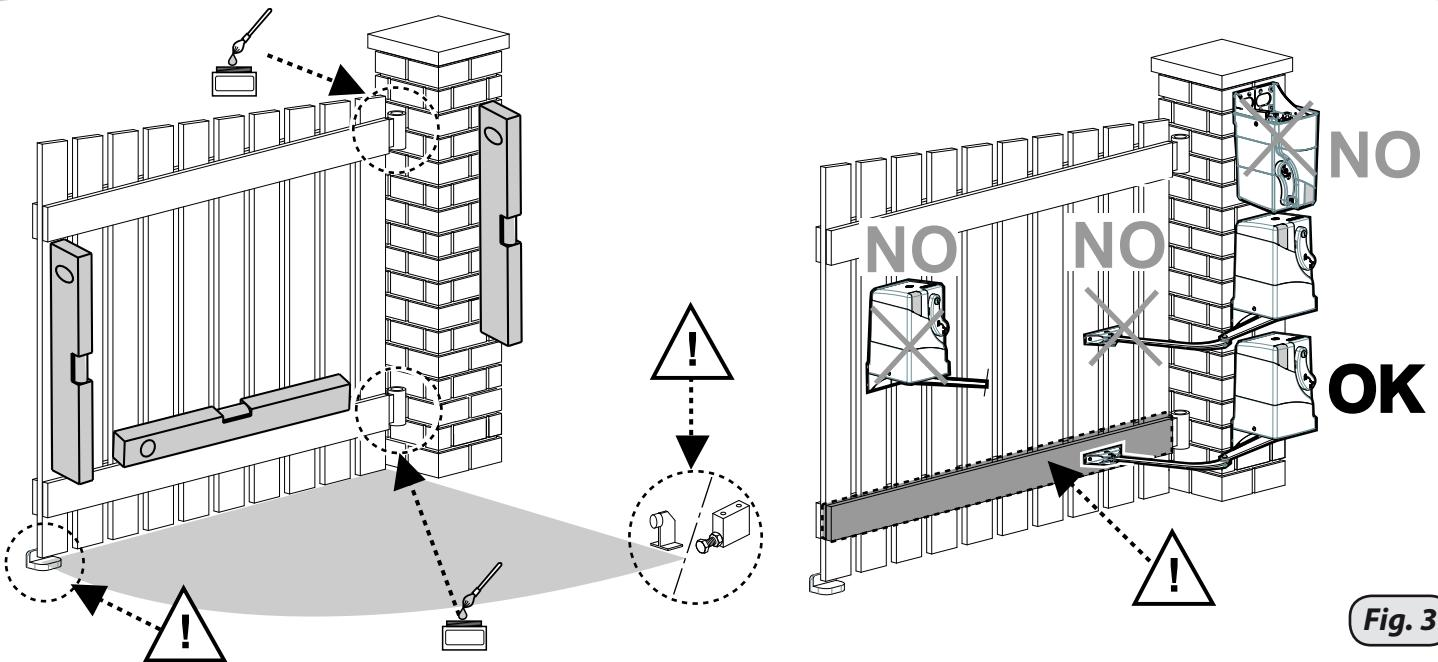

Fig. 3
- Verificare l'idoneità dei cardini e delle cerniere di movimento dell'anta, togliendo tutti gli attriti ed eventuali impuntamenti durante tutto il movimento dell'anta, installando sistemi anticaduta come prescrivono le normative di sicurezza nelle installazioni di porte e cancelli (fig.3)
- L'anta e la struttura portante del cancello devono essere ben strutturate e devono avere una sufficiente rigidità ad essere automatizzati (fig.3)
- L'attacco del braccio articolato sull'anta (10 fig.6) deve essere fissato in corrispondenza di un rinforzo o su di un traverso strutturale (fig.3)
- Verify the suitability of the gate pivots and hinges, removing all friction and any jamming during gate movement, installing fall protection systems as required by door and gate installation safety norms (fig.3).
- The gate must be properly structured and must be properly rigid to take an automatic system (fig.3).
- Articulated arm attachment on the gate (10 fig.6) must be secured in correspondence of a reinforcement or on a structural beam (fig.3).
- Vérifier la conformité des gonds et es charnières de mouvement du vantail, en éliminant tous les frottements et les éventuels blocages durant le mouvement complet du vantail, et en installant des systèmes antichute comme le prévoient les normes de sécurité dans les installations de portes et de portails (fig.3).
- Le vantail et la structure porteuse du portail doivent être solidement fixés et suffisamment rigides pour être automatisés (fig.3).
- La fixation du bras articulé sur le vantail (10 fig.6) doit être effectuée au niveau d'un renfort ou sur une structure transversale (fig.3).
- Eignung von Angeln und Scharnieren des Torflügels prüfen, Reibungspunkte an der Bewegung entfernen und Fallschutzbauvorkehrungen treffen, wie sie von Sicherheitsvorschriften für Tür- und Toranlagen gefordert sind (Abb. 3)
- Torflügel und Tragestruktur müssen kräftig strukturiert und für einen Automatikantrieb ausreichend stabil sein (Abb. 3).
- Der Anschluss des Gelenkarms am Flügel (10 Abb. 6) muss an einer Verstärkung oder einen Tragebalken befestigt werden (Abb.3).
- Verificar la idoneidad de los cardanes y de las cremalleras de movimiento de la hoja, retirando todas fricciones y posibles enganches durante todo el movimiento de la hoja, instalando sistemas de anti caída tal y como prescriben las normativas de seguridad en las instalaciones de puertas y puertas de exteriores (fig.3).
- La hoja y la estructura portante de la puerta externa deben estar bien estructuradas y tener una suficiente rigidez para ser automatizadas (fig.3).
- El enganche del brazo articulado sobre la hoja (10 fig.6) debe ser fijado en correspondencia de un refuerzo o sobre un travesaño estructural (fig.3).
- Controleer of de (klap)scharnieren voor de beweging van de draaipoort geschikt zijn, door alle wrijving en eventuele blokkeringen in het bewegingsveld van de draaipoort te verwijderen en vanginstallaties te installeren zoals wordt voorgeschreven door de veiligheidsnormen voor de installatie van poorten en hekken (afb.3).
- De draaipoort en de dragende structuur moeten goed gestructureerd en stevig genoeg zijn om te kunnen worden aangedreven (afb.3)
- De bevestiging van de scharnierarm op de draaipoort (10 afb.6) moet ter hoogte van een versterking of een structurele dwarsbalk worden aangebracht (afb.3)